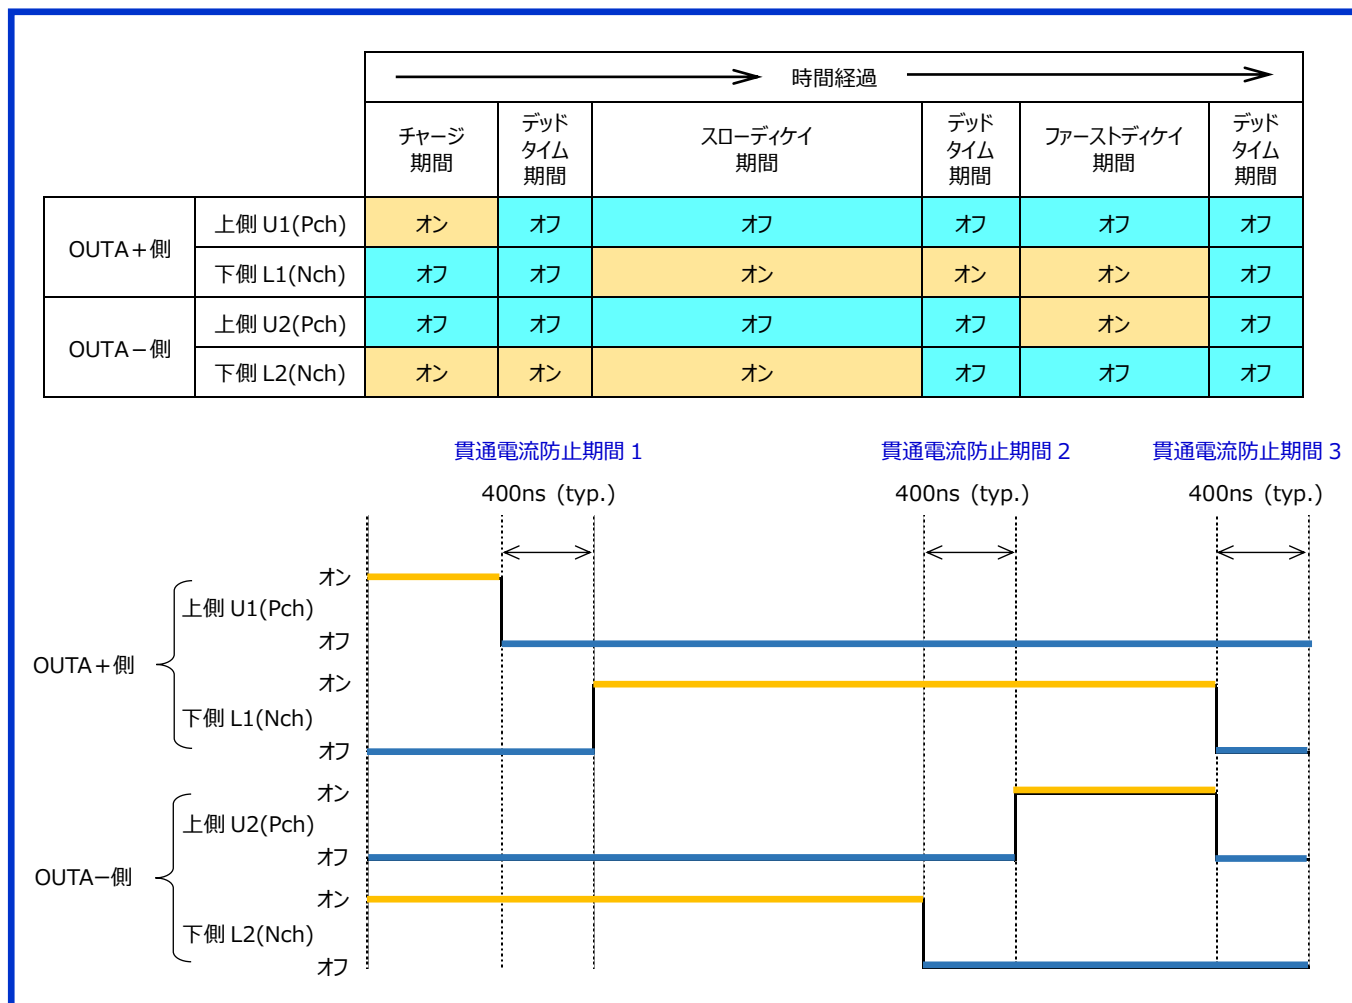
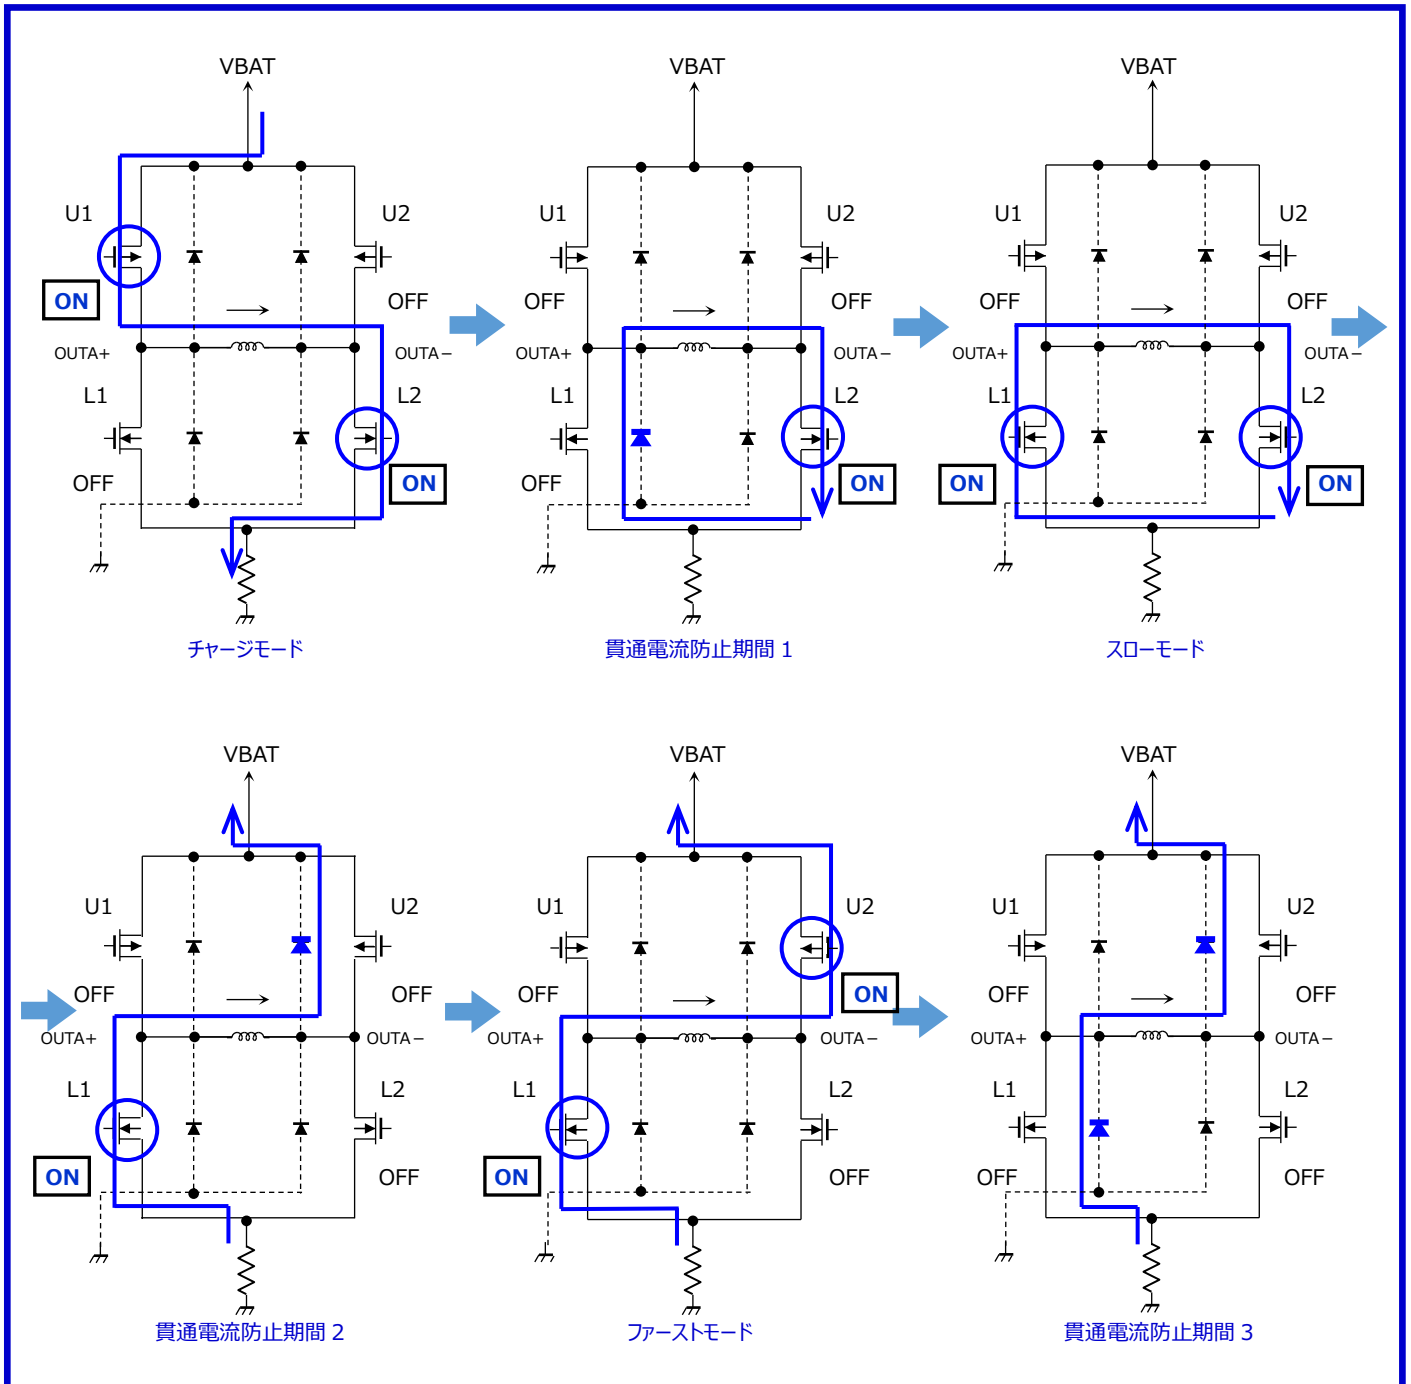

図 5 貫通電流防止期間 波形図による説明
図 6 貫通電流防止期間 Hブリッジによる説明
- ・図 5、図 6 に示す制御により U1 と L1 の同時オン、U2 と L2 の同時オンを防止します。電流の方向：
- ・図 6 で青色のダイオードが貫通電流防止期間に通電しているダイオードです。
- ・図 5、図 6 は電流の方向 : OUTA+ ⇒ OUTA- の場合ですが、電流の方向 : OUTA- ⇒ OUTA+ は電流方向が逆で Hブリッジの通電は左右対称の動作になります。